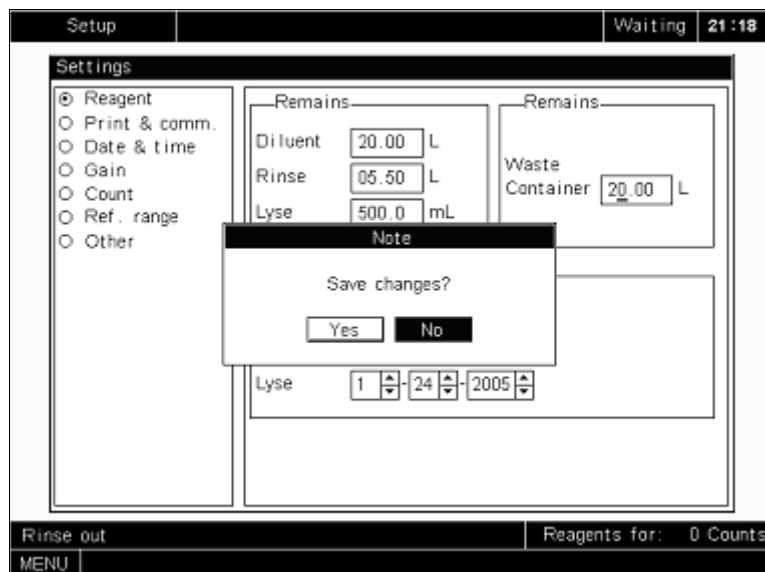

Abbildung 5-8 Speichern von Änderungen
24. [MENU] drücken. Es erscheint eine Dialog-Box, um Sie daran zu erinnern, die Änderungen, wie in Abbildung 5-8 dargestellt, zu speichern. **KLICKEN** Sie auf "**Ja**", um die Änderungen zu speichern und in das System-Menü zurückzukehren; oder **KLICKEN** Sie auf "**Nein**", um das System-Menü zu verlassen, ohne die Änderungen zu speichern.